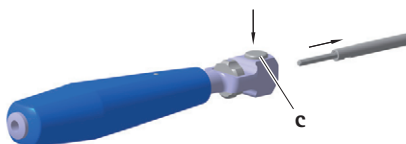

Fig. 2
- ▶ Tryk på knap c, og fjern håndtag 1, se Fig. 2.